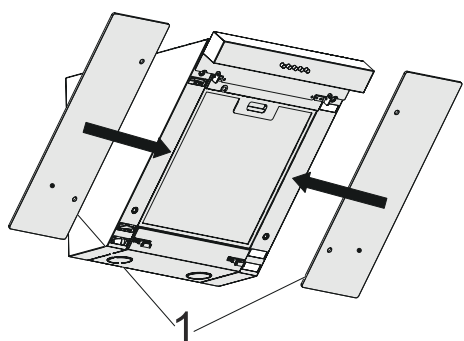

Fig. 9
3. ➔ Skjut glasen på plats i pilens riktning (Fig. 9)